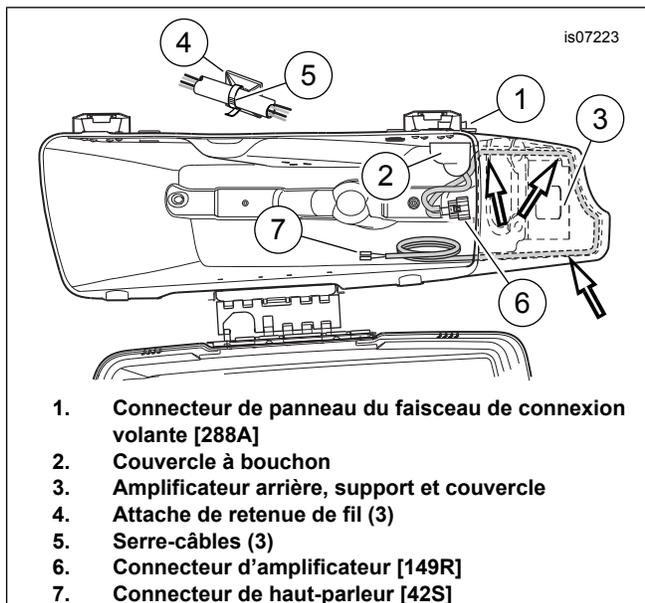
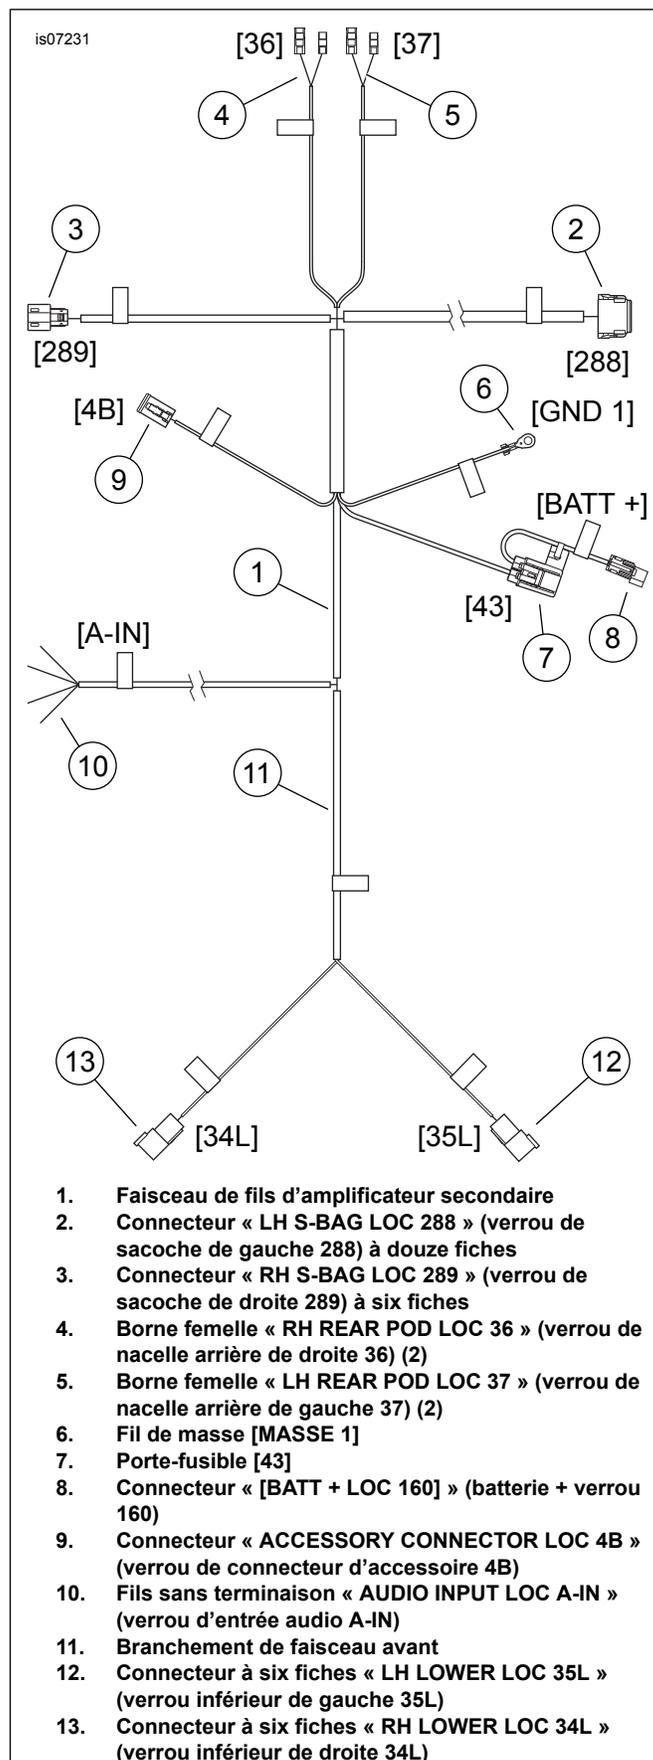

Figure 3. Acheminement de faisceau à l'intérieur de la sacoche gauche
Figure 6. Faisceau de fils d'amplificateur secondaire
2. Voir Figure 3. Acheminer les connecteurs de faisceau de connexion volante [149R] (6) et [42S] (7), depuis l'extérieur, par l'ouverture rectangulaire découpée dans la paroi intérieure de la sacoche de façon que le connecteur de panneau à 12 fiches [288A] (1) s'ajuste dans l'ouverture.
5. Voir Figure 7. Prendre trois attaches de retenue de fil (14) et trois serre-câbles (15) du kit. Retirer la garniture du support adhésif de chaque attache de retenue de fil et apposer sur les parois internes de la sacoche, à environ 25 mm (1 in) au-dessus du fond de la sacoche, tel qu'illustré dans la Figure 3. Attacher le faisceau de connexion volante sur les attaches de retenue de fil (4) avec les serre-câbles (5).
2. Voir Figure 6. Brancher le connecteur à douze fiches (2) étiqueté « LH S-BAG LOC 288 » (verrou de sacoche de gauche 288) sur le réceptacle sur la sacoche gauche (voir Figure 3, élément 1). Le connecteur a une fonction de clavetage pour empêcher son montage incorrect. Assurez-vous d'entendre un déclic.
3. Acheminer le faisceau de fils (Figure 6, élément 1) vers l'avant devant le garde-boue arrière. Utiliser les serre-câbles du kit pour attacher ce branchement du faisceau de fils à l'arrière et en haut du support de sacoche de façon qu'il y ait une longueur à peine suffisante de faisceau à l'arrière pour atteindre confortablement la sacoche.
3. Placer le faisceau de fils (Figure 6, élément 1) dans la partie située sous la selle. Acheminer le connecteur à 12 broches (2), étiqueté « LH S-BAG LOC 288 », sous les pièces transversales du cadre intermédiaire et sous le bossage de fixation de la carrosserie gauche.
6. Acheminer le reste du faisceau de fils (Figure 6, élément 1) vers l'avant. Utiliser des serre-câbles du kit pour fixer ce branchement du faisceau de fils au cadre du véhicule.
2. Voir Figure 6. Couper les fils vert et vert clair/marron des cavités 5 et 6 du connecteur Molex à six fiches (3) étiqueté « RH S-BAG LOC 289 » (verrou de sacoche de droite 289) sur le faisceau de fils d'amplificateur secondaire. Recycler ou éliminer correctement le connecteur. Installer deux bornes femelles Deutsch (n° de pièce 72191-94, achetées séparément) sur les extrémités de fils selon le manuel d'entretien.